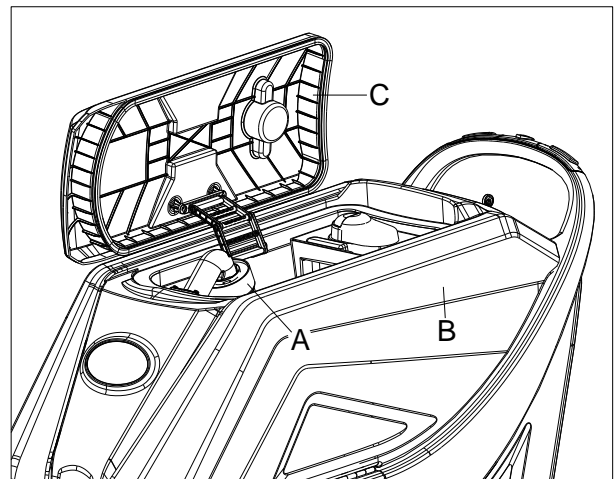

Abbildung 16
Eine automatische Schwimmerabschaltung (B, Abbildung 16) blockiert das Vakuumsystem, wenn der Schmutzwassertank (C) voll ist. Die Deaktivierung des Vakuumsystems wird durch einen plötzlichen Anstieg der Geräuschfrequenz des Vakuumsystemmotors signalisiert, selbst wenn der Boden noch nicht getrocknet wurde.
Wenn das Vakuumsystem versehentlich abgeschaltet wird (z.B., wenn der Schwimmer wegen einer plötzlichen Bewegung der Maschine aktiviert wird), gehen Sie zur Wiederaufnahme des Betriebs wie folgt vor: Schalten Sie das Vakuumsystem durch Drücken des Schalters (50, Abbildung 3) aus, öffnen Sie dann die Abdeckung (A, Abbildung 16) und prüfen Sie, ob der Schwimmer im Inneren des Gitters (B) sich auf Wasserhöhe befindet. Dann schließen Sie die Abdeckung (C) und schalten Sie das Vakuumsystem durch Drücken des Schalters (50, Abb. 3).
Wenn der Schmutzwassertank (B, Abbildung 16) voll ist, entleeren Sie diesen nach dem folgenden Verfahren.
5. Entleeren Sie den Schmutzwassertank mit dem Schlauch (A, Abbildung 17). Spülen Sie dann den Tank (B, Abb. 16) mit sauberem Wasser aus.